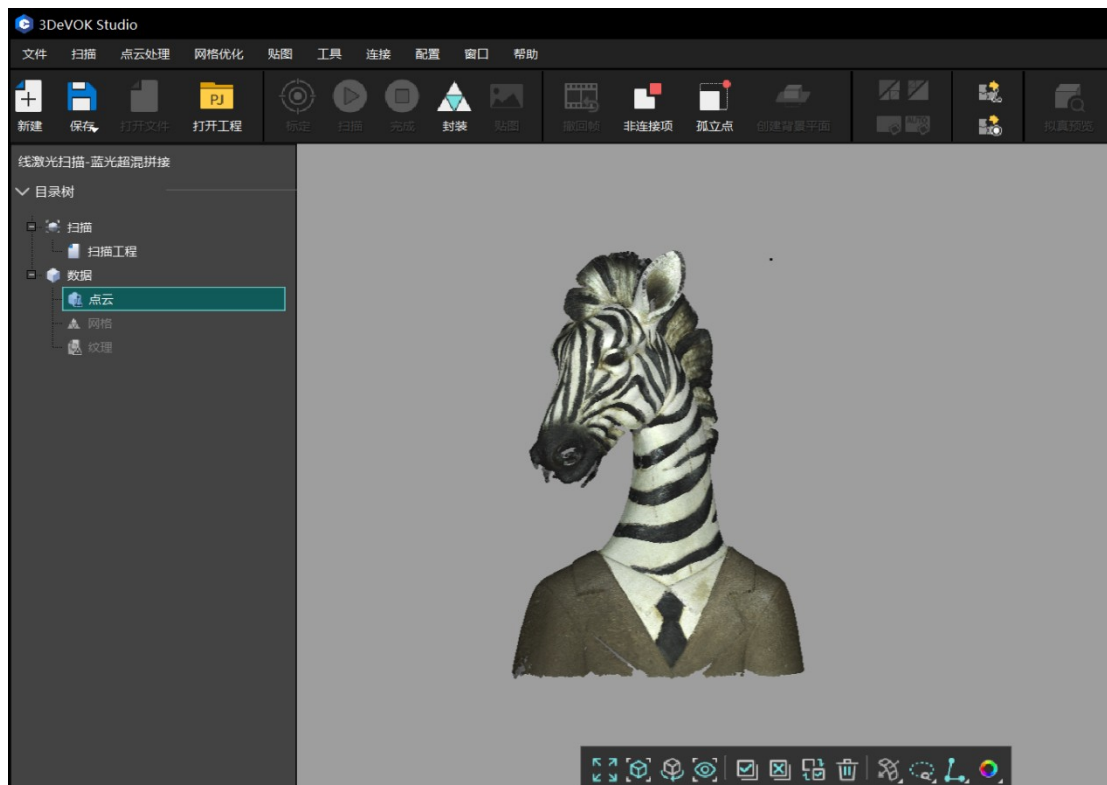

图 8-3 3DeVOK Studio 软件点云界面
3、点云处理完毕后，目录树中将跳至点云界面，并生成点云模型，如图 8-3 所示。点击软件上方的“非连接项”功能按钮，软件可自动选中不与扫描主体相连的数据，并用红色显示，点击右键选择“删除”，可直接删除红色数据。